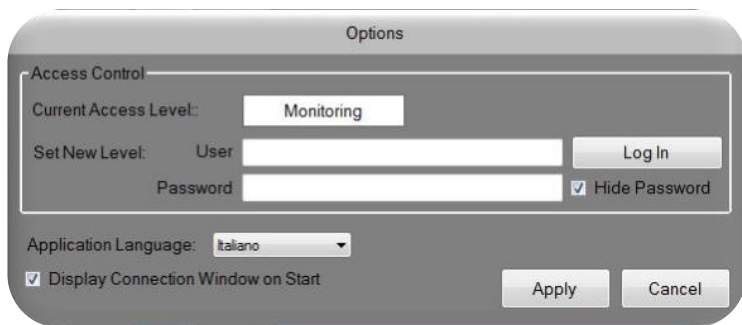

Figura 7
- 5** Nella finestra **Options** che si aprirà (vedi Figura 7), selezionare **Italiano** alla voce **Application Language** e cliccare su **Apply**.